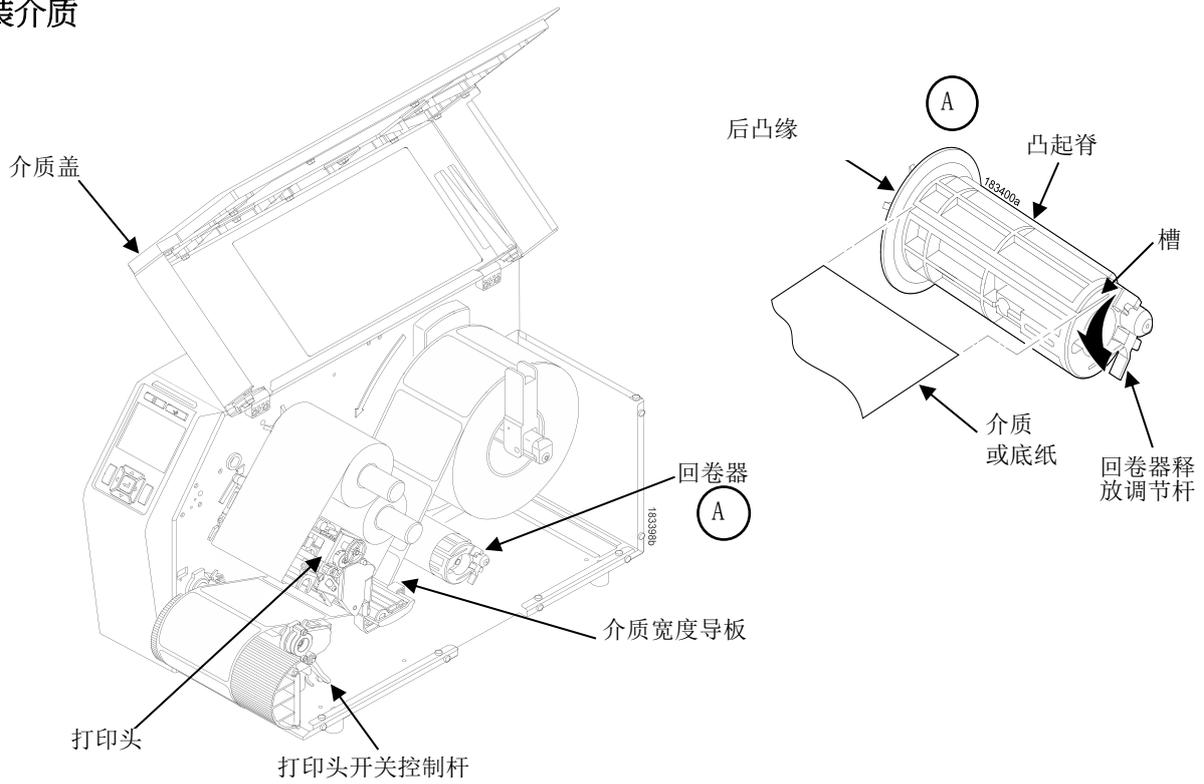

图 1 安装介质
6. 参照第 28 页的图 1“安装介质”，将介质宽度导板滑至纸张的外缘。
1. 打开介质盖，（参照图1安装介质）。